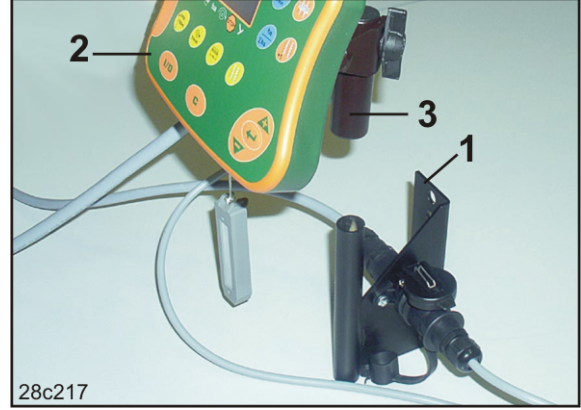

Fig. 11
1. Konsolu (Fig. 11/1) traktör kabini içinde sürücünün sağ tarafında terminalin (Fig. 11/2) görme ve tutma alanına salınımsız ve elektriği iletir konumda vidalayınız.
2. Terminali karşı parçayla (Fig. 11/3) donatınız.